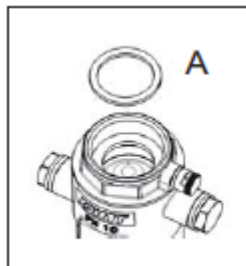

Bild 1
- Dichtung A auf die Armatur legen. (Bild 1).